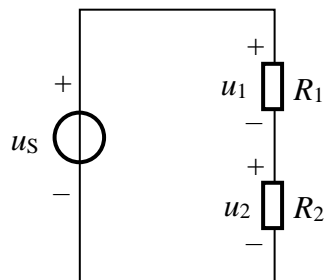

图 1 分压器电路
**例 1** 对于图 1 所示分压器电路，其输出为  $R_2$  上的电压  $u_2$ ，影响输出的参数包括电源电压  $U_S$  和两个电阻  $R_1$  和  $R_2$ 。试分析电路参数变化对输出的影响。
如果电路参数分别设为  $U_s=10\text{V}$ ,  $R_1=30\Omega$ ,  $R_2=10\Omega$ , 则图 1 所示电路表示一个 1/4 分压电路。将参数代入式 (6)~(8), 可得
**例 2** 对于图 1 所示电路和例 1 所给参数, 假设电源电压值是精确的, 电阻  $R_1, R_2$  均可能产生 10% 的误差。问输出能否确保具有 90% 的精度?
**例 3** 对于图 1 所示电路和例 1 所给参数, 假设电源电压值是精确的, 电阻  $R_1$  可能产生 10% 的误差。如果输出要确保具有 90% 的精度, 试确定  $R_2$  的误差范围。
**例 4** 对于图 1 所示电路和例 1 所给参数，假设电源电压精确，两个电阻均可能产生 10% 误差，问输出能否确保具有 90% 的精度？
**例 5** 对于图 1 所示电路和例 1 所给参数，假设电源电压精确， $R_1$  可能具有 10% 的误差条件下，如果输出要确保具有 90% 的精度，试确定  $R_2$  的误差范围。